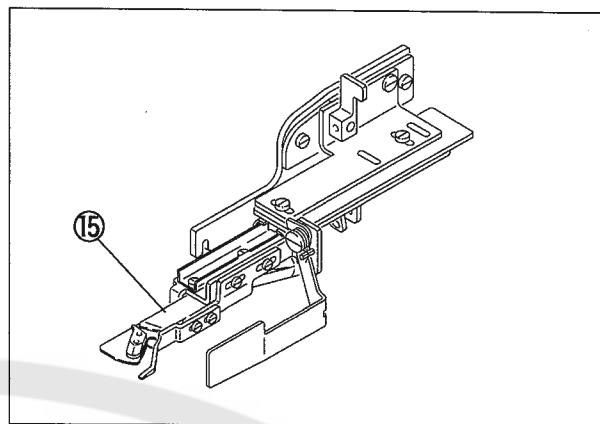

図4
- (6) 膝受ケ⑭を使って、吸込管⑮が最左端(セット位置)に移動し固定されることを確認する。(図4参照)